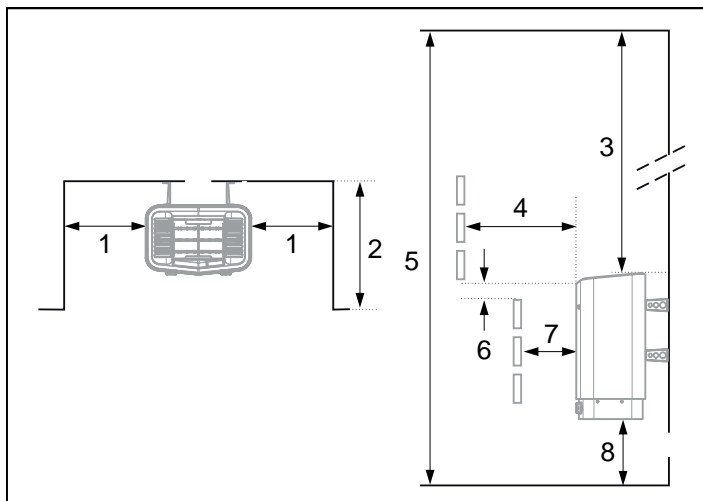

Fig 3: Emplacement du poêle – montage en encastré dans une niche
- sur le même mur que la porte (à titre exceptionnel, sur un mur adjacent, mais très près du passage de porte). Le poêle peut aussi être encastré dans une niche (cf. Fig 3, page 14).
Placer le poêle à une distance suffisante du sol, des parois latérales et des aménagements (cf. Fig 3, page 14).